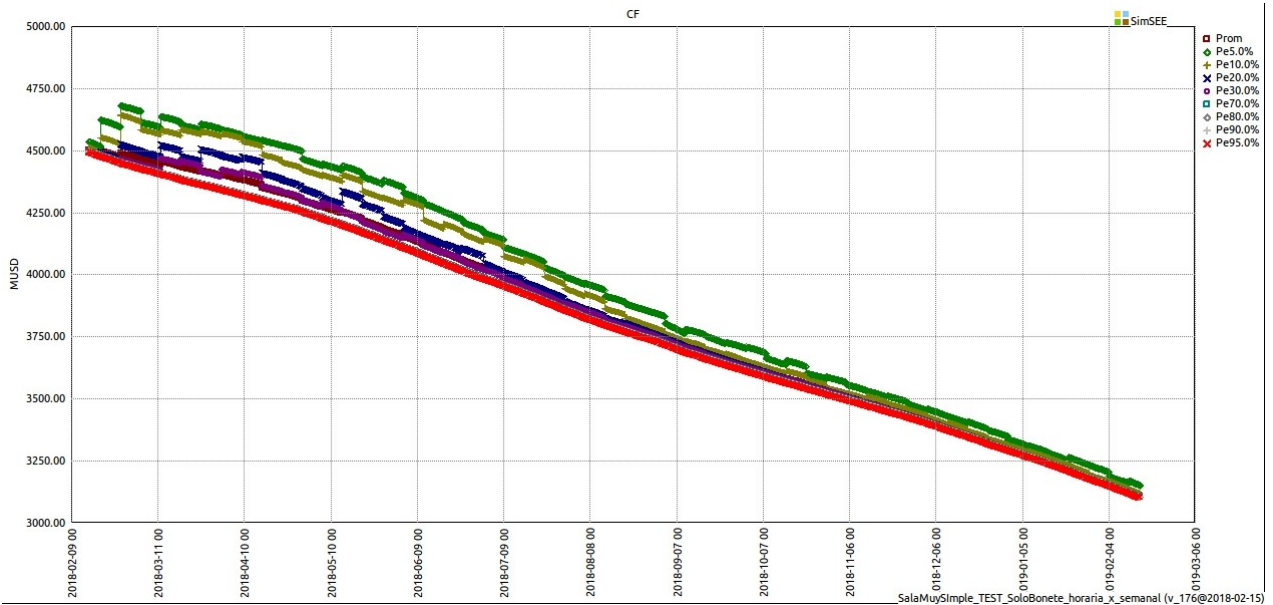
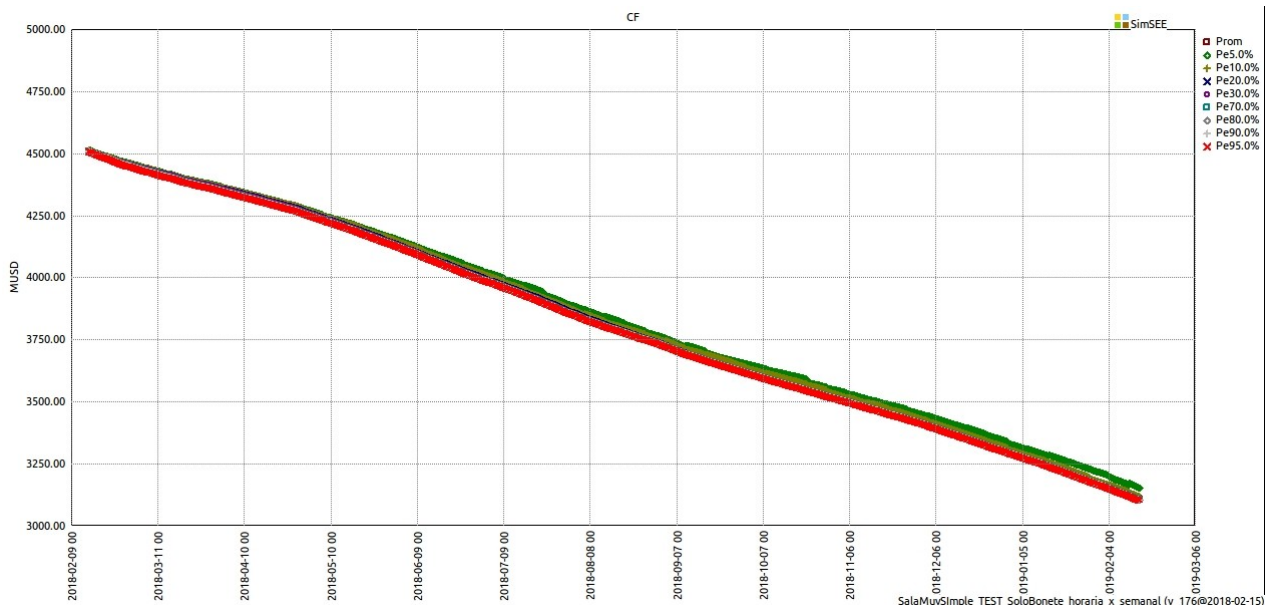

Fig. 3: Evolución CF(X), sala de paso horario, no interpolando sub-muestrs.
Fig. 4: Evolución CF(X), sala de paso horario. Interpolando sub-muestrs.
La Fig. 3 muestra la evolución de CF(X) cuando se optimiza con la opción NO_INTERPOLAR_SUBMUESTREOS y la Fig. 4 muestra el resultado con la opción NO_INTERPOLAR_SUBMUESTREOS deshabilitada. Como se puede observar, al habilitar la opción (esto es al no interpolar los submuestreros) el CF(X) difiere entre la corrida de paso horario y de paso semanal, mientras que si deshabilita la opción (esto es se interpola entre los sub-muestreros) las funciones CF(X) entre sala de paso semanal y horario son similares.
Observar que en la Fig. 3 se parte de un punto inicial dado, pues el estado inicial del sistema es fijo, pero rápidamente se produce una apertura del CF(X).